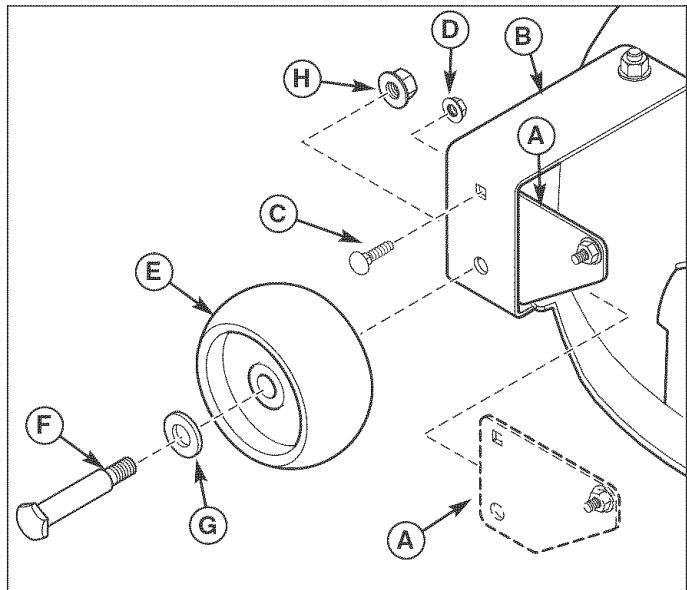

Figura 40. Instalación de la tapa de la traba
2. Fije la placa de la tapa de la traba (A, Figura 40) al soporte de la rueda reguladora (B) con un perno de cabeza de hongo de 1/4-20 x 5/8 (C) y la contratuerca con brida de 1/4-20 (D).
3. Fije la rueda reguladora (E, Figura 40) al soporte de la rueda reguladora (B) usando el perno de tope de la rueda (F), la arandela (G) y la tuerca con brida (H).